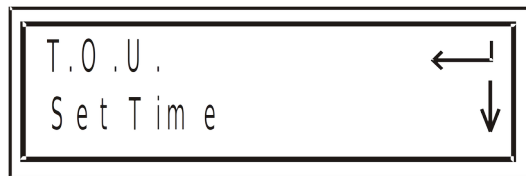

Рис. 42
1. Находясь в меню Config, выберите пункт T.O.U. для настроек тарифной зоны (рис. 42):